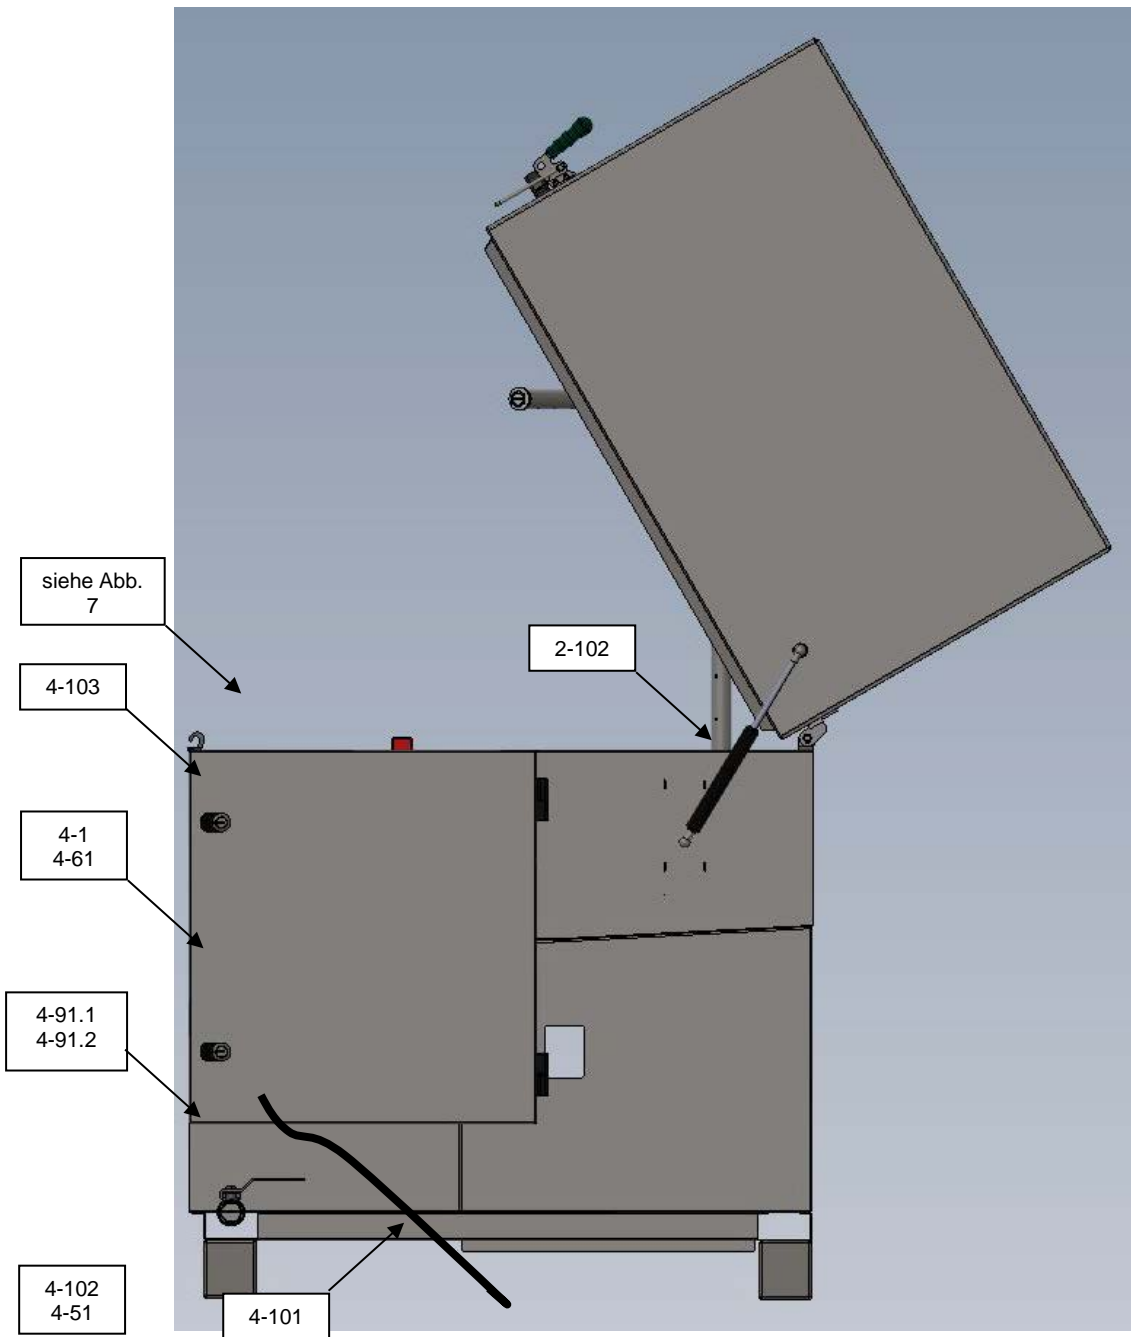

Abb. 4 Ansicht der rechten Seite der Maschine
Das Ablassventil dient zum Ablassen der Waschflüssigkeit aus der Maschine, siehe Abb. 4 (Pos. 4-51). Um ein versehentliches Auslaufen von Waschflüssigkeit durch unzureichendes Schließen des Ventils zu verhindern, ist ein Sicherheitsstopfen eingeschraubt (Pos. 4-102).
- Der elektrische Schaltschrank, siehe Abb. 4 (Pos. 4-1), besteht aus einem Schrank aus Edelstahlblech mit einer zu öffnenden Tür, die mit zwei Schlössern (Pos. 4-103) gesichert ist und den Maschinenbediener vor versehentlichem Kontakt mit spannungsführenden Stromkreisen schützt. Zwischen Tür und Schrank befindet sich eine Dichtung (Pos. 4-61), die das Eindringen von Wasser in das Innere des Schrankes verhindert. An der Vorderseite befindet sich ein Notausschalter.
- Die Erwärmung der Waschflüssigkeit wird durch einen elektrischen Tauchsieder gewährleistet, siehe Abb. 4 (Pos. T1).
- Die Verteilung der Kabel erfolgt in Kabelbehältern und Kabelkästen, um das Risiko mechanischer Beschädigungen zu minimieren. Die Netzversorgung besteht aus einem Stromkabel, das mit einem fünfpoligen Netzstecker abgeschlossen ist, siehe Abbildung 4 (Pos. 4-101), welcher der Verwendung in Industrieanlagen entspricht. Die Parameter des Stromnetzes müssen den Anforderungen von Abschnitt 3 entsprechen.
- Im Hinblick auf die Arbeitsumgebung der Maschine ist ein zusätzlicher Schutz gegen elektrischen Schlag durch die so genannte Kupplung gegeben. Am Maschinengehäuse in der Nähe der elektrischen Schalttafel befindet sich eine Schraube für den Anschluss des Erdungsleiters, siehe Abb. 4 (Pos. 4-91.1 und 4-91.2).
Achtung: ***Betreiben Sie die Maschine immer so, dass der Erdungsdraht des Schutzleiters an die Haupterdungsklemme angeschlossen ist, siehe Abbildung 4 (Pos. 4-91.1 und 4-91.2).***